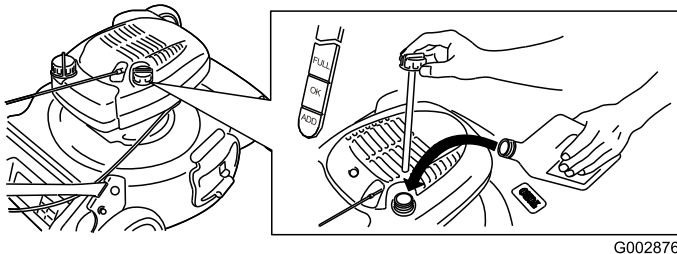

Figure 6
1. Retirez la jauge (Figure 6).
2. Versez de l'huile **lentement** dans le goulot de remplissage pour faire monter le niveau de liquide jusqu'au repère du plein (**Full**) sur la jauge (Figure 6). **Ne remplissez pas excessivement.** (Remplissage max. : 0,59 l, type : huile détergente SAE 30W de classe de service API SF, SG, SH, SJ, SL ou supérieure.)